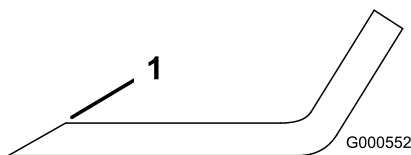
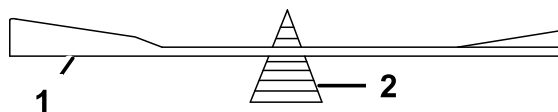

Figura 55
Figura 56
1. Affilate i taglienti da entrambe le estremità della lama con una lima (Figura 55). Rispettate l'angolazione originale. La lama conserva il proprio equilibrio soltanto se viene rimossa una quantità uguale di materiale da entrambi i taglienti.
2. Controllate l'equilibrio della lama posizionandola su un bilanciatore (Figura 56). Se la lama rimane in posizione orizzontale, è bilanciata e può essere utilizzata. Se la lama non è bilanciata, limate del metallo soltanto dalla costa (Figura 55). Ripetete la procedura finché la lama non è perfettamente bilanciata.